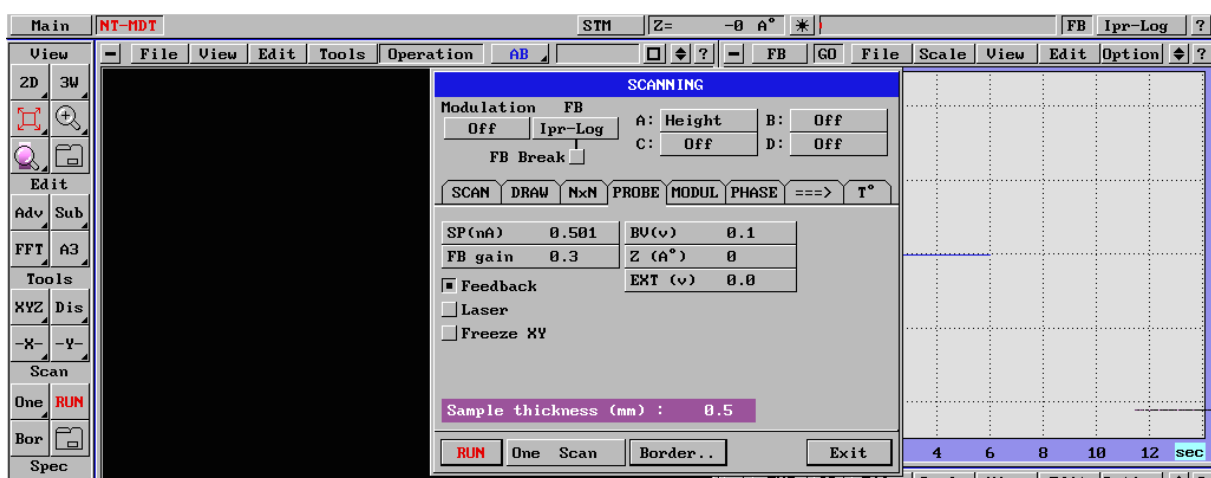

Fig. 67
- SP - 0.5-1 (Fig. 67)
- FB Gain - 0.2-1 (Fig. 67)